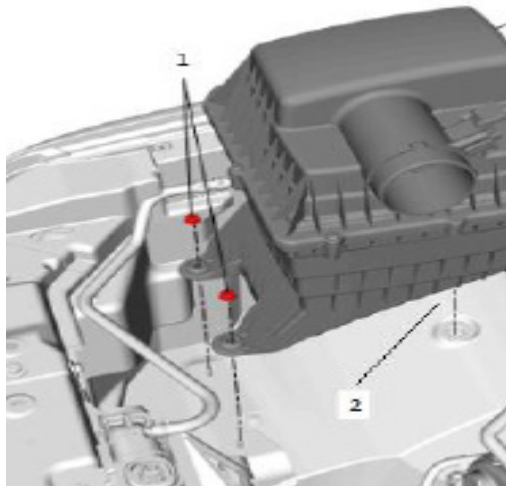

Figure 4
- Poser le nouvel ensemble boîtier dans le camion. Insérer le boîtier dans le passe-câbles du puits d'aile (2 dans la figure 4) et pousser fermement pour l'asseoir. Reposer les écrous (1 dans la figure 4) dans les pattes du boîtier et les serrer à 12 Nm (9 lb pi).